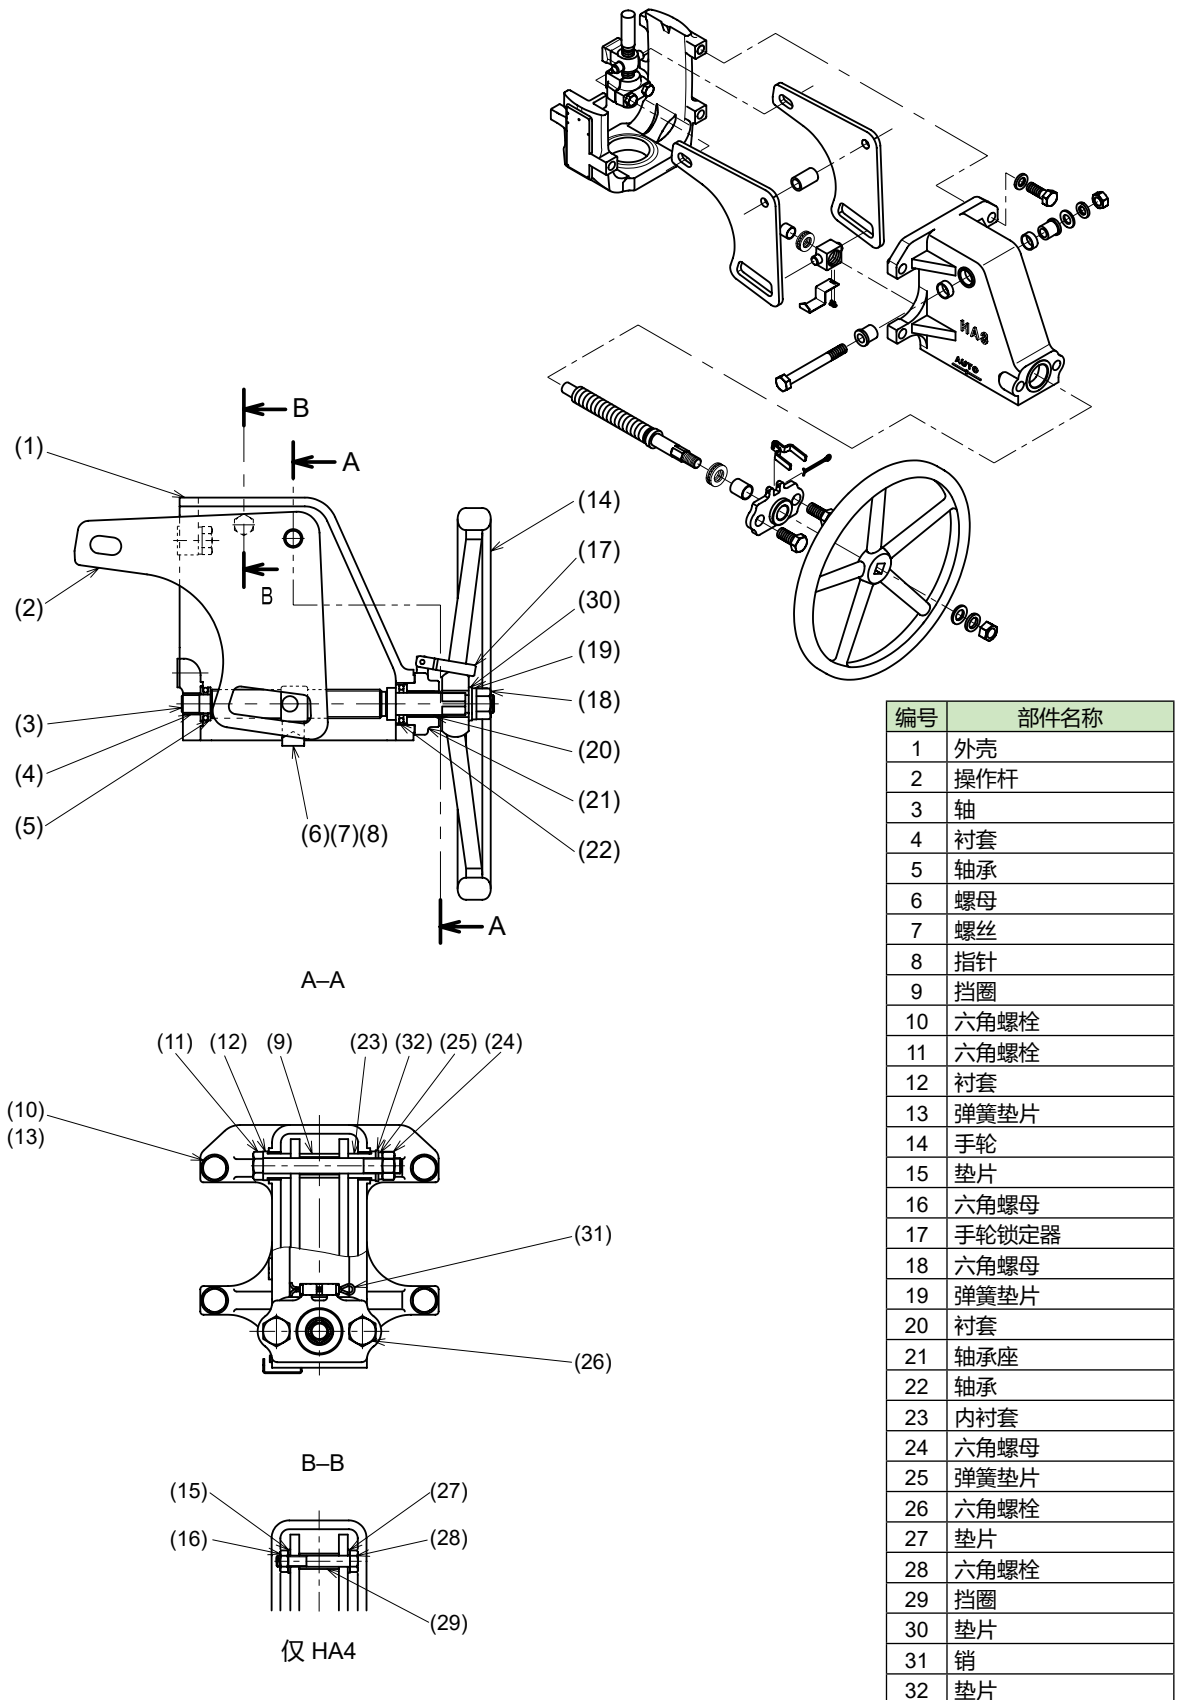

图 8-1 侧手轮的视图
若要安装侧手轮，请参见图 8-1，然后执行下列操作：
- (2) 转动手轮，将操作螺母的指针设置到 AUTO 位置。
- (3) 松开螺栓（图 8-1 中所示的项目编号 6），然后扩大操作杆之间的间隔距离。
- (4) 用安装螺栓将手轮安装到执行机构背面的安装基座上。
- (5) 将 2 个操作杆一端的孔挂到指针突起部分，并将另一端的孔挂到操作螺母的突起部分，然后拧紧螺栓。
- (6) 当调节阀处于自动运行模式时，请将操作螺母的指针设置到 AUTO 位置，然后锁定手轮。
在开始拆卸前，检查指针是否处在 AUTO 位置。(参考图 8-1)
若要组装侧手轮，请参见图 8-1，然后按拆卸步骤相反的顺序执行。